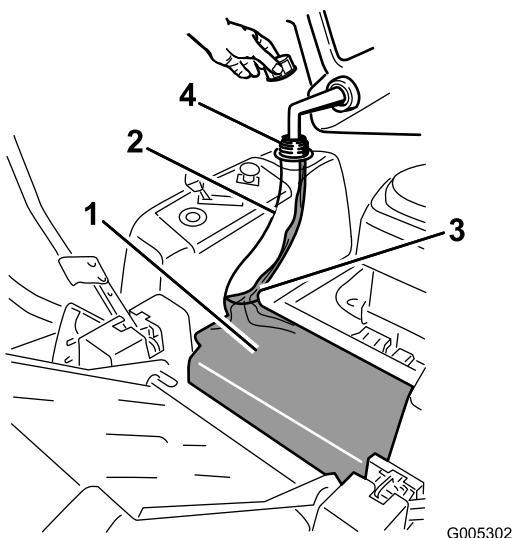

Figura 7
3. Añada gasolina normal sin plomo al depósito de combustible hasta que el cuerpo del depósito está lleno, pero sin que el combustible llene el cuello del depósito (Figura 7). Este espacio vacío en el cuello del depósito permite la dilatación de la gasolina. No llene completamente el depósito de combustible.